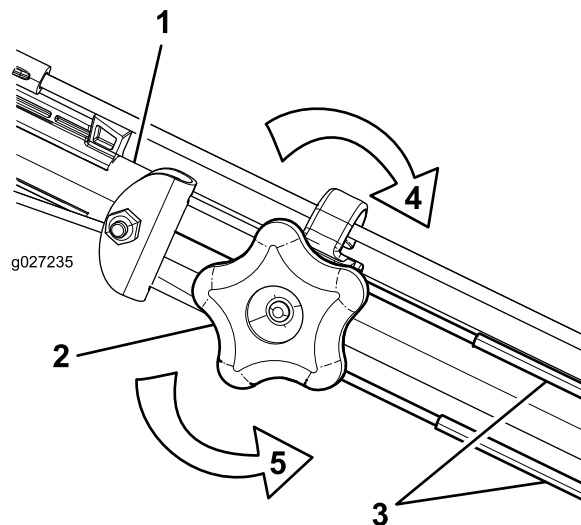

Figura 31
1. Gire el pomo de ajuste en sentido antihorario para aflojar el cable (Figura 31).
2. Ajuste la tensión de los cables (Figura 31) tirando de ellos hacia atrás o empujándolos hacia adelante, y sujételos en esa posición.